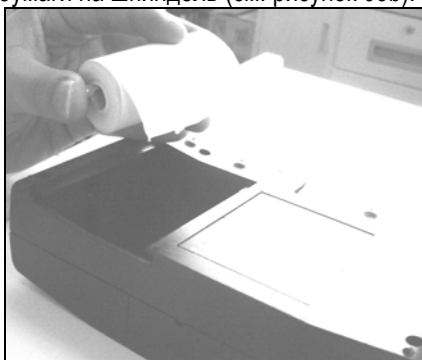

Рисунок 03b.
2. Возьмите шпindelь и установите рулон бумаги на шпindelь (см. рисунок 03b).
3. Установите шпindelь с рулоном бумаги в принтер, соблюдая направление. Если направление неправильное, подача бумаги может быть затруднена (см. рисунок 03b и 03c).